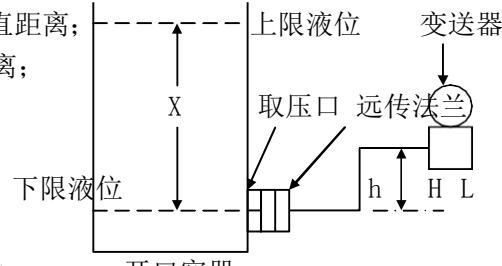

图5-9 变送器高于取压口
- ② 变送器高于取压口，下限液位与取压口水平时（见图5-9）测量范围值如下确定：